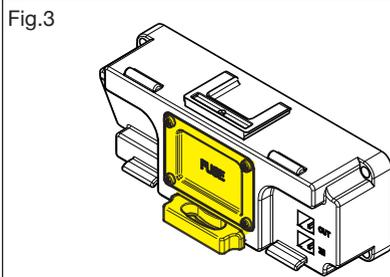

Fig.3
- Box fixed on a horizontally (standard fixing Fig.3)
- box fissato su un piano orizzontale (fissaggio standard Fig.3)